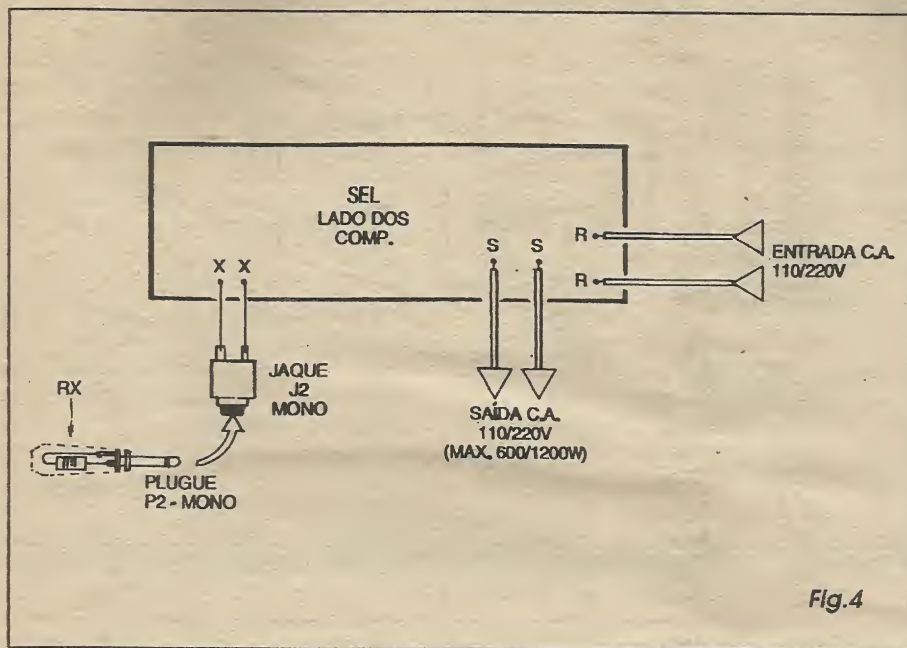

Fig.4
- **FIG. 4 - CONEXÕES EXTERNAS À PLACA** - Pela própria organização do circuito, e a partir do *lay out* básico da placa, as conexões feitas *do impresso para fora* são todas muito simples, detalhadas no diagrama que mostra novamente o impresso pela sua face não cobreada (agora, momentaneamente *esquecendo* as peças que já estão colocadas e soldadas *sobre* a placa...). O jaque/*buraco da fechadura*, deve ter seus terminais ligados aos pontos X-X da placa (no caso, não existem preocupações de polaridade, nem no jaque, nem no plugue que contém R_x ...). Aos pontos R-R deve ser ligada a rede C.A. local, através de um par de cabos isolados no conveniente calibre, ou seja: compatíveis com os níveis de potência/corrente envolvidos e comandados... A partir dos pontos S-S saem os cabos isolados (também em calibres compatíveis...) que vão à saída de potência para o aparelho, circuito, dispositivo, maquinário, a ser controlado pelo SEL... Na prática, as conexões de entrada/saída de C.A. podem ser feitas através de pares de conectores parafusáveis tipo *Sindal*, para maior elegância e facilidade... Observar ainda, na figura, o
Para calibrar o circuito, de modo que ele apenas possa reconhecer a única e verdadeira chave/código resistiva, uma maneira prática e rápida é ligar uma lâmpada (para tensão correspondente à da rede local...) à saída do sistema (fios que vão aos terminais S-S, na FIG. 4), ligar os fios R-R à rede C.A. local, enfiar o plugue/chave no respectivo jaque e, lentamente, girar o trim-pot, para lá e para cá, até se obter o acendimento da lâmpada! É bom notar que tal ponto é muito específico e único, e que andando o giro do knob do trim-pot, um pouquinho para lá ou um pouquinho pra cá, imediatamente a lâmpada/carga apagará (indicando que a calibração saiu do ponto ideal...).